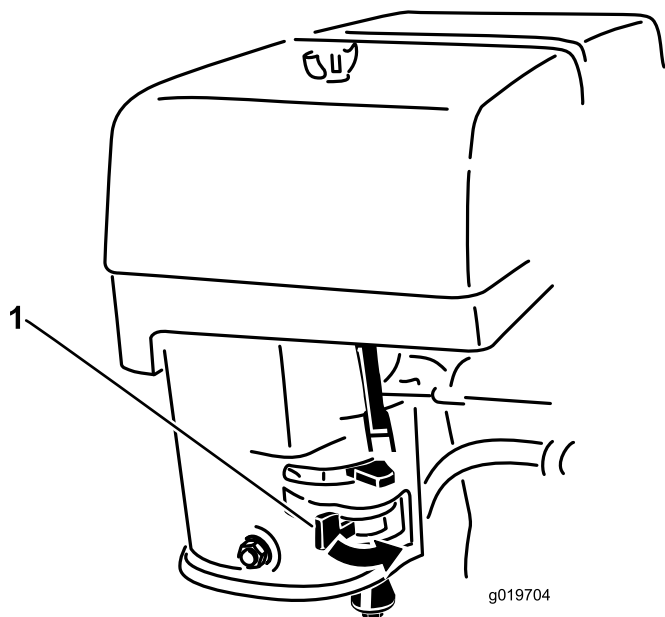

Figura 13
2. Mueva la palanca de combustible a la posición de Abierto (Figura 13).